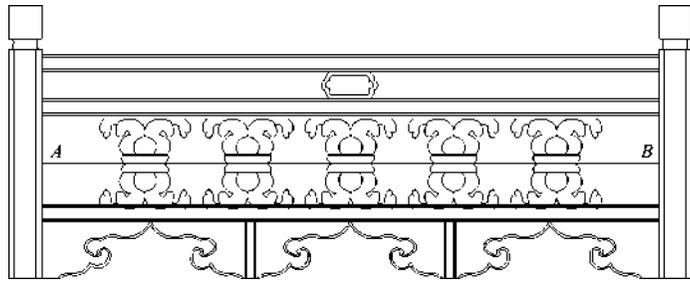

图 1-72 用图块 tu 6 等分直线 AB
①以图案的中心点作为基点将虚线框内的图案创建为图块, 图块名为 tu。
②如图 1-72 所示, 连接中点 AB, 用图块 tu 6 等分直线 AB。